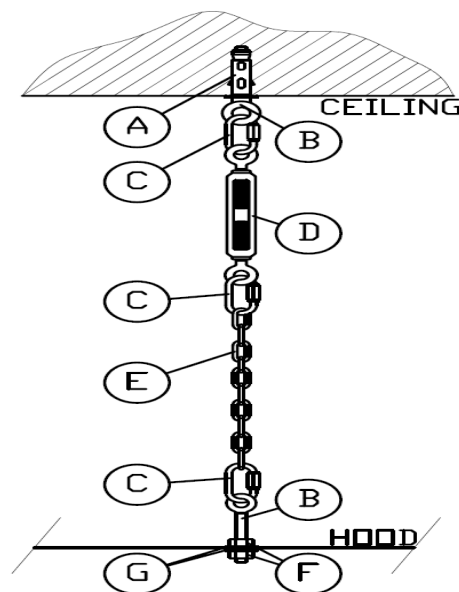

Fig.2
- b) Montaggio con catena (fig. 2)